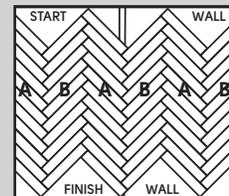

Fig. 8
9. Continúe instalando tablonces «B». Repita al otro lado de la fila original de tablonces «B» con tablonces «A». Complete la instalación utilizando el mismo método manteniendo los separadores de dilatación en su sitio y un patrón cuadrado (Fig. 8).